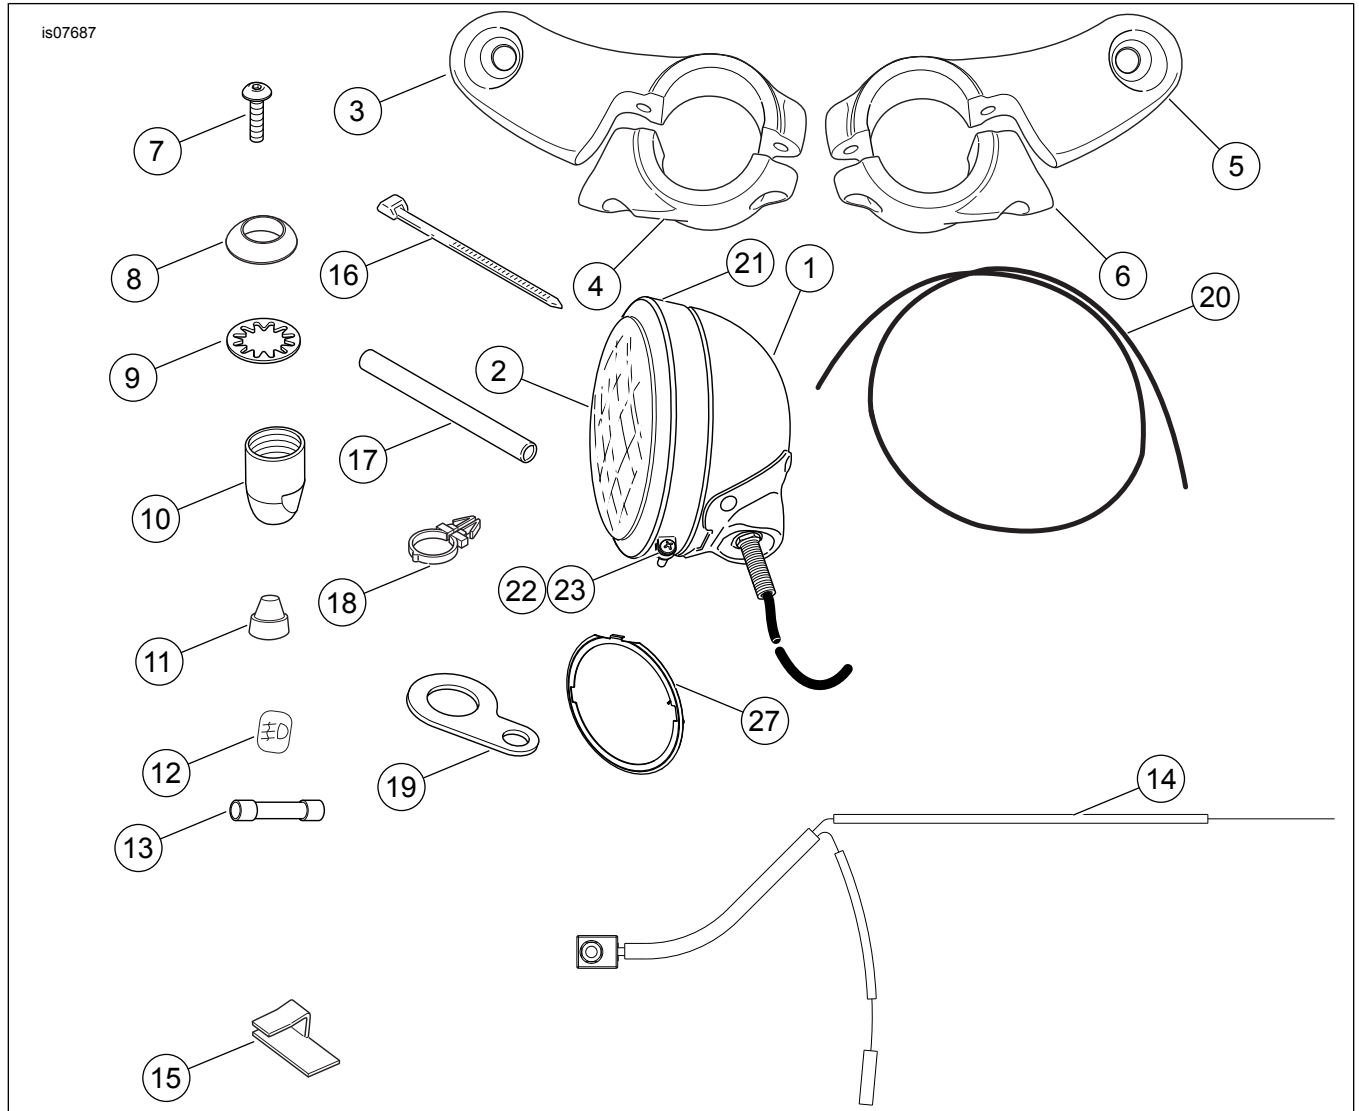

Abbildung 7. Ersatzteile: Zusatzleuchtenatz
Siehe Abbildung 7 und Tabelle 1.
7. Siehe Abbildung 7. Den äußeren Zierring (24), inneren Feststellring (27), die Schraube (25) und Mutter (26) ausfindig machen.
13. Siehe Abbildung 7 und den Steckverbinder-Anhang des Werkstatthandbuchs. Den Buchsenkontakt des weißen Kabels des Kabelbaums (14) in den leeren Hohlraum des Scheinwerfersteckverbinder-Buchsengehäuses einbauen.
16. Siehe Abbildung 7. Die Schalterbefestigungshalterung (19) aus dem Satz nehmen. Die Manschette vom Leuchtschalter aus- und den Schalter in die Halterung einbauen. Die Manschette wieder am Schalter anbringen.
Falls die Manschette abgenutzt oder beschädigt bzw. verloren wurde, muss sie ersetzt werden, damit keine Feuchtigkeit in den Schalter eindringen kann. Siehe Abbildung 7 (Teil 11).
18. Siehe Abbildung 7. Den Kabelbaumzweig mit dem Leuchtschalter nach Bedarf mit den Kabelbaumbindern (Teil 18) am Lenker befestigen. Die Kabelbaumbindern in den Löchern im Lenker einschnappen lassen.
26. Siehe Abbildung 7. Die Kabel mit den Clips mit Klebstoffrückseite (15) aus dem Satz an der unteren Gabelhalterung sichern.